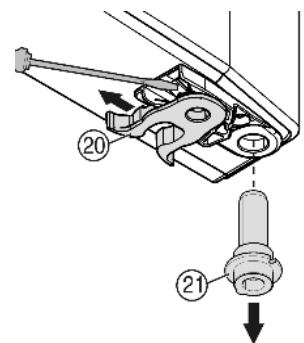

Fig. 9
- ▶ Permuter la pince élastique Fig. 9 (20) : appuyer sur l'ergot puis retirer la pince élastique.
- ▶ Tirer le pivot d'appui Fig. 9 (21) hors de la douille de porte et la mettre en place ensemble avec la rondelle du côté opposé. Le taquet d'arrêt doit indiquer vers la paroi intérieure de la porte, l'encoche vers la paroi extérieure.
- ▶ Pivoter la porte vers le bas et mettre en place le pivot d'arrêt Fig. 9 (21) dans le support d'appui. Event. tourner le pivot d'arrêt de sorte qu'il puisse encliqueter.